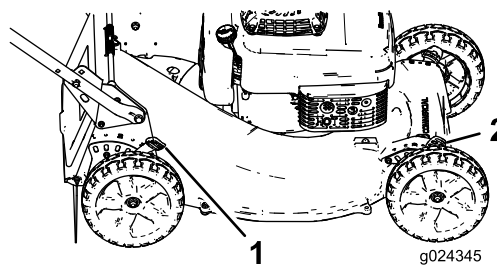

Figura 13
1. Trageți maneta pentru înălțimea de tăiere spre roată (Figura 13) și deplasați maneta la setarea dorită.